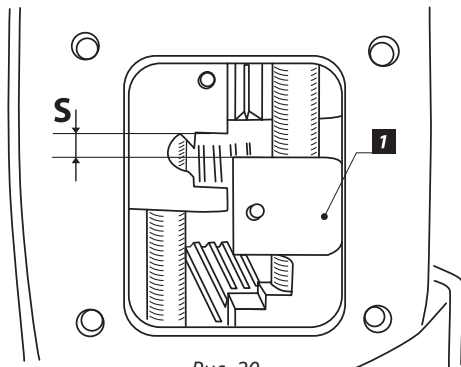

Рис. 20
3. Проверьте величину **S** (Рис. 20), она должна составлять минимум 4 мм (если меньше, то доработайте торец вилки [1]).